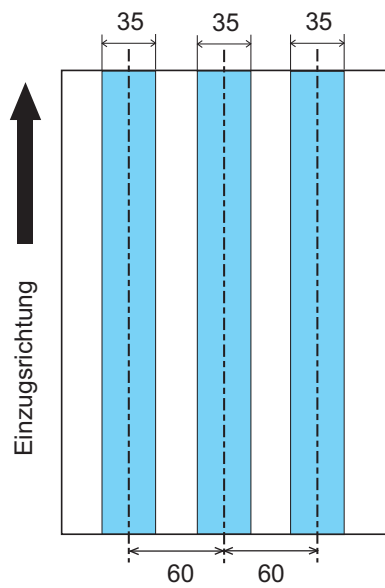

Abb.1
- Innerhalb eines Bereiches von 35 Millimeter zu beiden Seiten der Papiermittelachse sind Lochungen, Perforationen oder Ausstanzungen nicht zulässig. (Siehe Abb. 1)
- Innerhalb eines Bereiches von 35 Millimeter zu beiden Seiten der Papiermittelachse darf das Papier nicht beklebt sein (z. B. mit Haftzetteln, etc.). (Siehe Abb. 1)
- Die in Abb. 1 gezeigten Bereiche können über das Software Operation Panel angepasst und eingestellt werden. Für nähere Details siehe bitte "8.4 Mehrfacheinzugs-Erkennung" auf Seite 210.